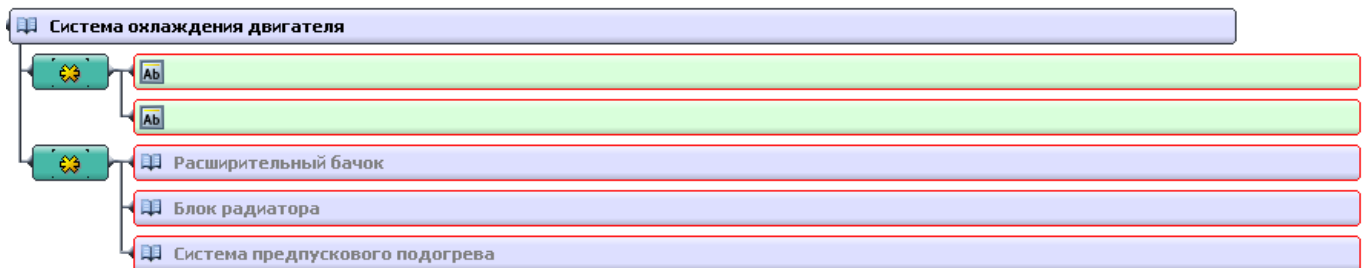

Рисунок 50
5) Создайте дополнительные элементы **Модуль данных** и **Агрегат** (рисунок 50).
6) Элементам **Агрегат** присвойте названия (рисунок 50).